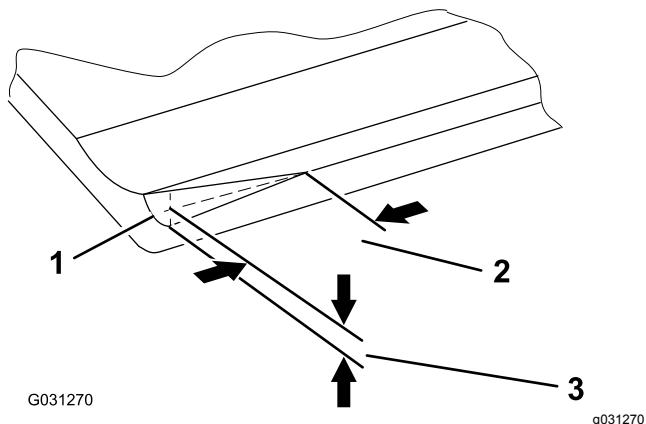

Figura 11
**Nota:** Con el tiempo, será necesario afilar el bisel (**Figura 11**) puesto que por diseño, sólo dura el 40% de la vida de la contracuchilla.